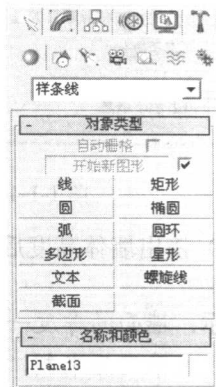

图 1-1-1 【图形】创建面板
(1) 在 3ds max 的创建面板中选择  按钮，如图 1-1-1 所示，进入【图形】创建面板。